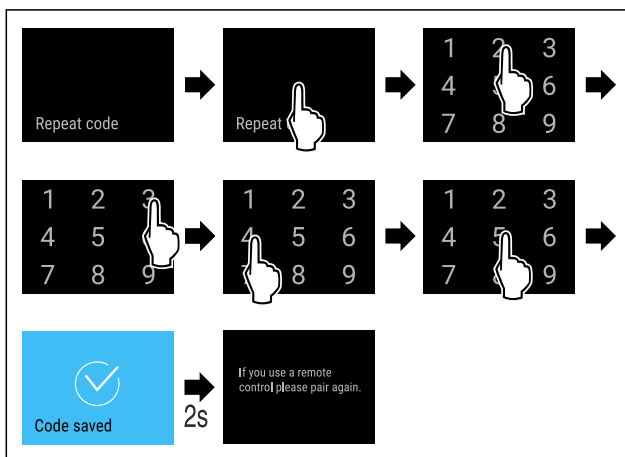

Fig. 93
- Handlungsschritte (siehe Fig. 93) durchführen.